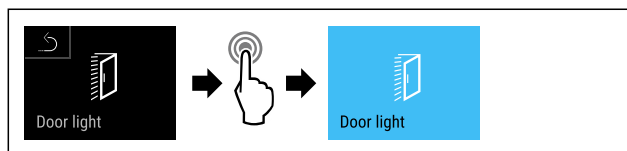

Fig. 97
- ▶ Hajtsa végre a művelet lépéseit (lásd Fig. 97) .